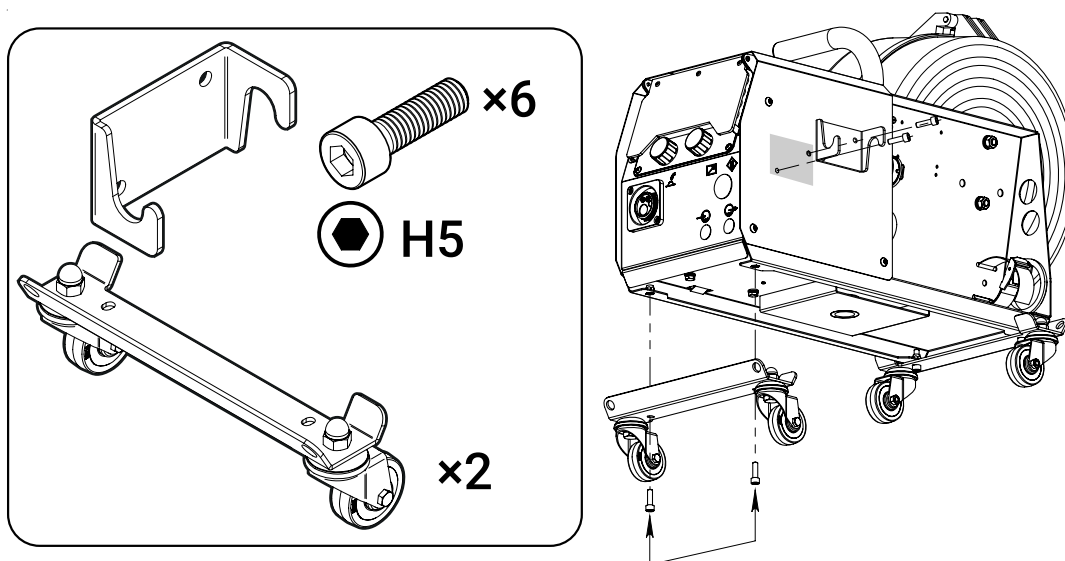

Рис. 4 – Монтаж шасси УПП
- 1 Установить и прикрепить на болты крюк горелки (Рис. 4).
- 2 Установить УПП на шасси и прикрепить при помощи болтов (Рис. 4).